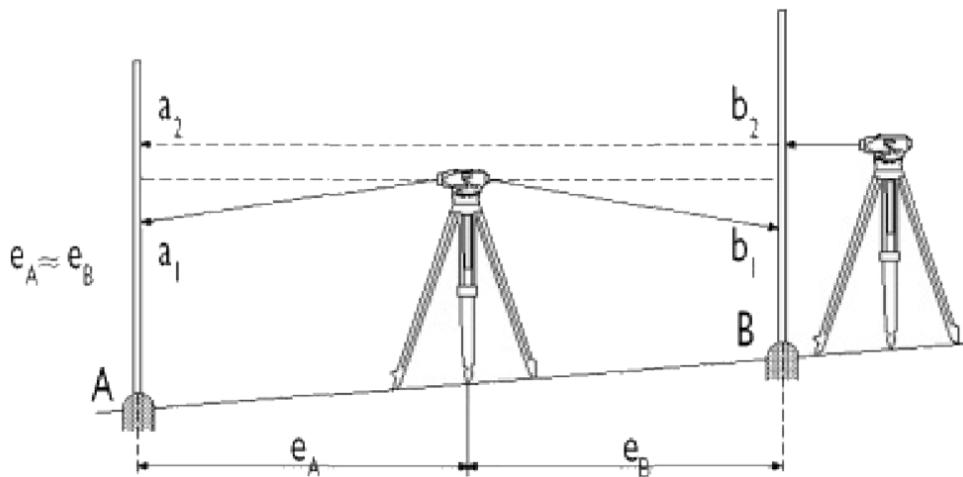

Рис. 6: Проверка горизонтальности линии визирования
1. Поверка: Установите инструмент посередине между двумя рейками, установленными в точках А и В приблизительно на расстоянии 30 – 40 м. Возьмите отсчет a_1 по рейке А и отсчет b_1 по рейке В (см. рис. 6). Из-за идентичных расстояний, разница по превышениям будет корректна, даже если линия визирования не отъюстирована. Теперь установите инструмент на расстоянии около 2 м от рейки В и возьмите отсчет b_2 . Вычисленное значение $c = b_2 + d$ должно быть равно отсчету a_2 по рейке А, если линия визирования отъюстирована.